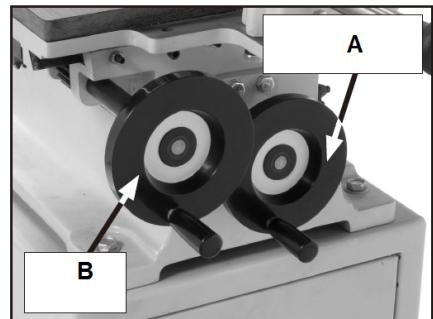

Рис. 8
1. Вращайте маховик перемещения стола вперед/назад (A, Рис. 8), чтобы сдвинуть стол к оператору или от него.
2. Вращайте маховик перемещения стола влево/вправо (B, Рис. 8), чтобы сдвинуть стол в горизонтальной плоскости влево или вправо.